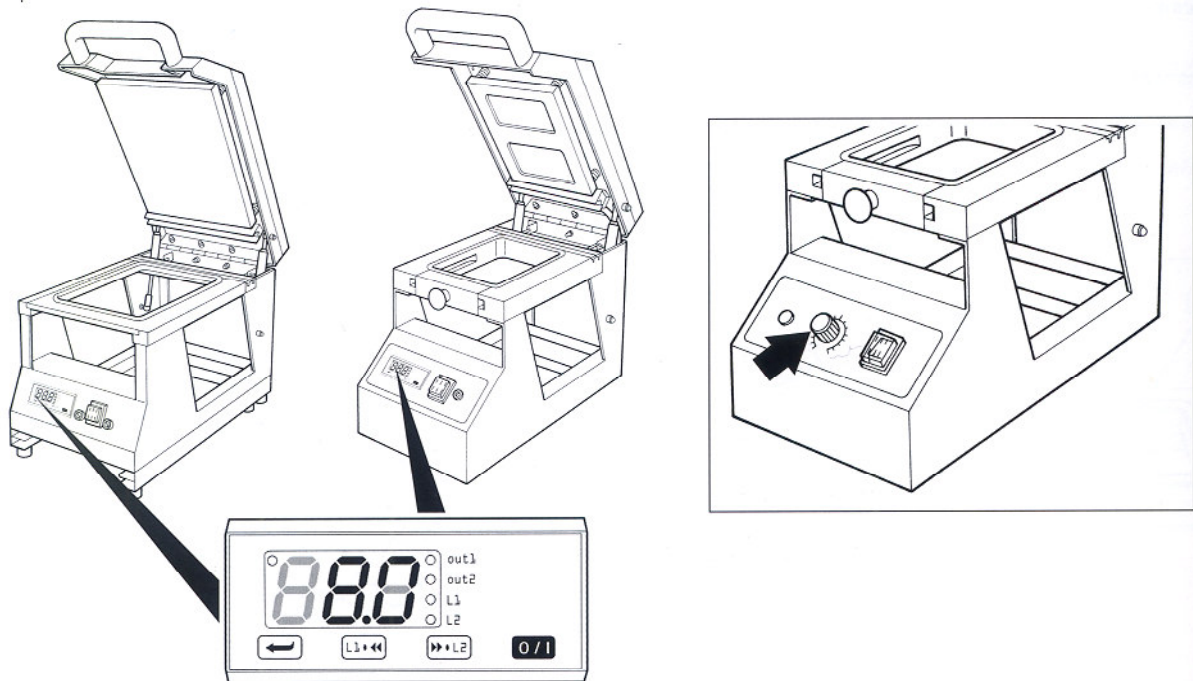

Fig. 1
- 2) Regolare la temperatura della piastra ad una temperatura compresa tra 70 ed 80°C (**Fig. 1**).